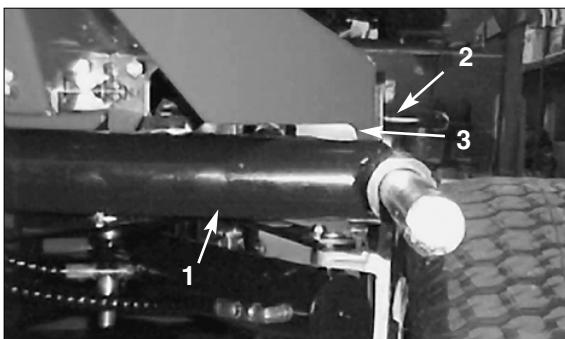
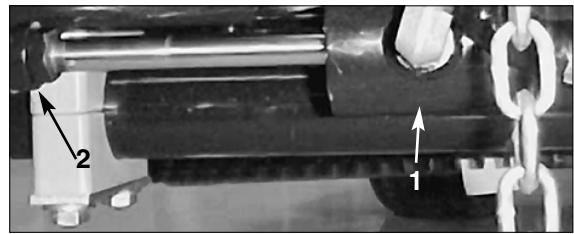
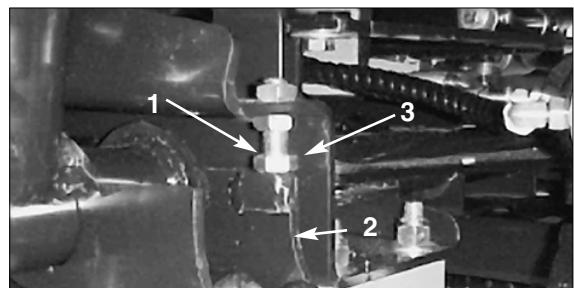

Figure 1
Figure 2
Figure 3
- Mettez le moteur en marche, relevez les unités de coupe et vérifiez si l'intervalle entre chaque bras de relevage et le support de la plaque de plancher est compris entre 0,46 et 0,81cm (Fig. 1). Si ce n'est pas le cas, reculez les boulons de butée (Fig. 3) et réglez le cylindre de manière à obtenir l'écartement voulu. Pour régler le cylindre, reculez l'écrou de blocage sur le cylindre (Fig. 2), enlevez l'axe à l'extrémité de la tige et tournez la chape. Installez l'axe et vérifiez l'écartement. Répétez la procédure le cas échéant. Serrez l'écrou de blocage de la chape.
- Vérifiez si l'écartement entre chaque bras de relevage et boulon de butée est compris entre 0,13 et 1,02 mm (Fig. 3). Si ce n'est pas le cas, ajustez les boulons de butée pour obtenir l'écartement voulu.